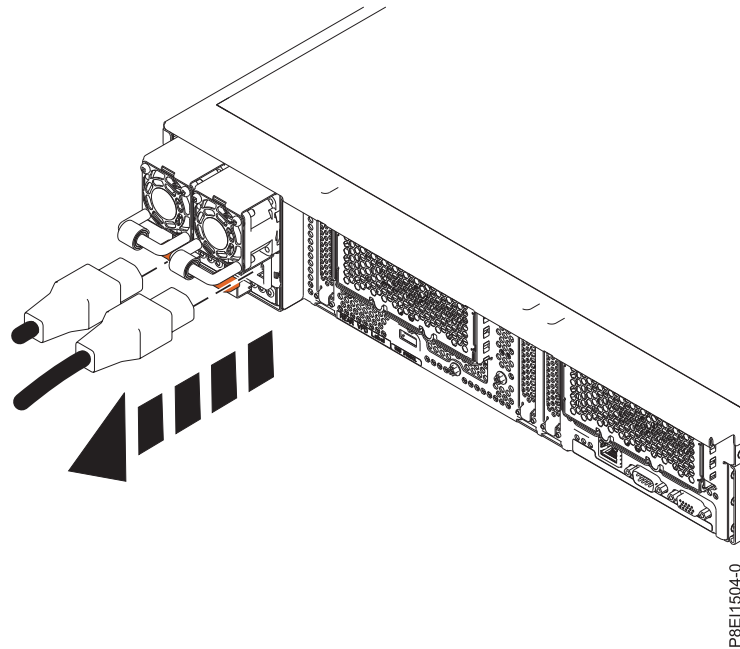

Figure 51. Déconnexion du cordon d'alimentation du bloc d'alimentation
- a. Étiquetez le cordon d'alimentation, puis desserrez l'attache velcro pour libérer le cordon de la poignée du bloc d'alimentation. Voir figure 51, à la page 55.